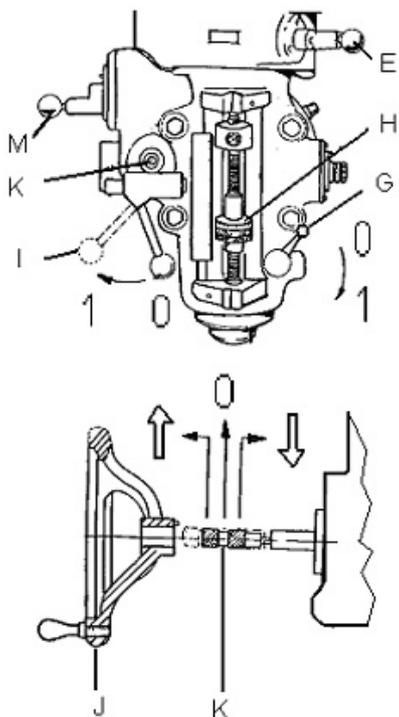

Рис.9
- ходовой винт для перемещения стола по вертикали (С, Рис. 9).
Наполнить масленку (А, Рис.9) маслом.